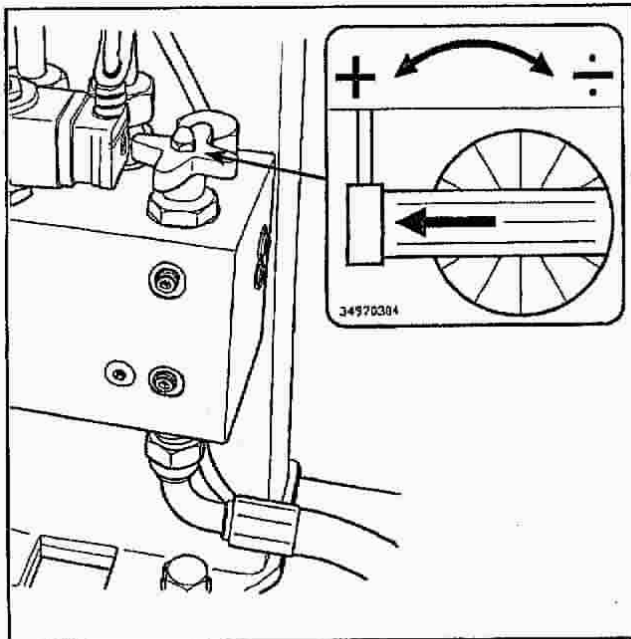

Fig. 8-1
- 8.1 Traktor anlassen und mit ungefähr 1000 U/min leer laufen lassen. Die Maschine anheben, damit sie vom Boden freikommt. Die Ölzufuhr zur Wickelmaschine läßt sich mit zwei Einstellventilen, die sich am Hydraulikblock hinter dem Turm der Maschine befinden, einstellen (Abb. 8-1).
- 8.2 Mit dem Einstellrad, das sich auf der rechten Seite befindet, kann die Geschwindigkeit des Wickelarms eingestellt werden (siehe Abb. 8-1).